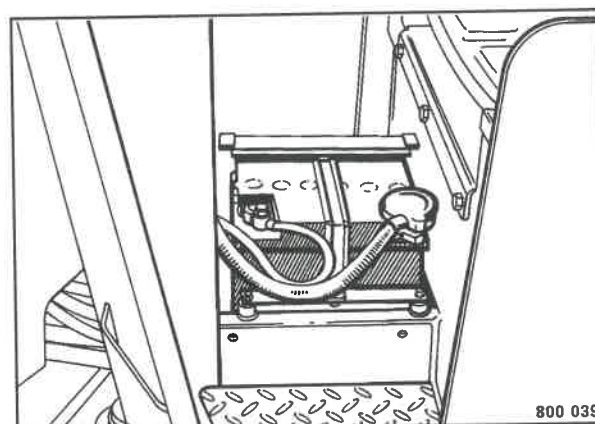

Fig. 53
- Smontare la calotta di protezione del vano piedi (Fig. 53).